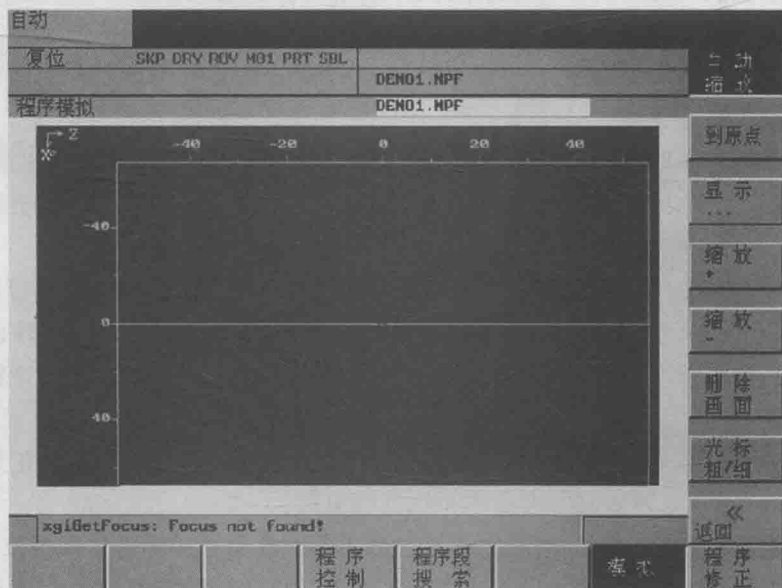

图 1-11 模拟初始状态
- Step 03** 按“模拟”键，再用缩放键调整屏幕，模拟初始状态如图 1-11 所示，此时用“启动”键可以调试程序。